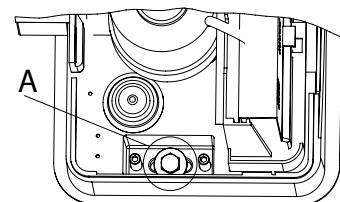

Abb. 6B
- Den Getriebemotor unter Beachtung der Maße in Abb. 3 ausrichten. Den Getriebemotor so auf der Platte aufsetzen, dass sich dieser Arbeitsposition befindet, dann die Unterlegscheiben auf die Befestigungsschrauben M8x50 (Pos. A Abb. 6B) einführen und diese um einige Umdrehungen andrehen, aber nicht festziehen.